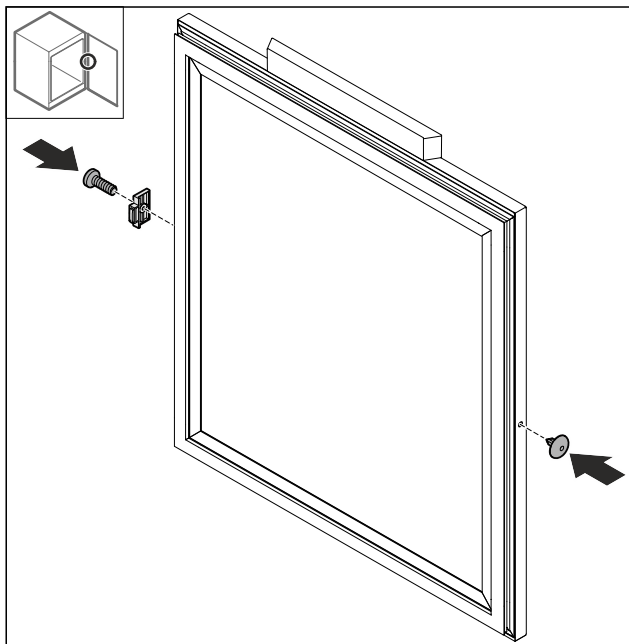

Fig. 47
- Montare il fermaporta Fig. 47 (1) ruotato di 180° sul lato opposto.
- Inserire la copertura Fig. 47 (2) sul lato opposto.